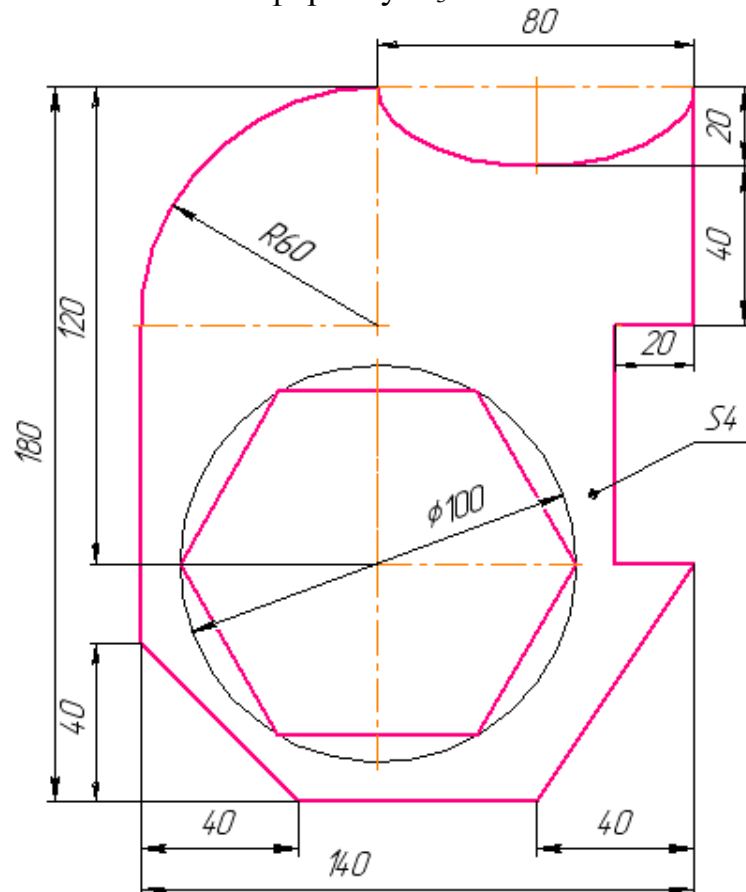

Рис. 24 - приклад завдання № 10.
1. Виконати у графічній системі AUTOCAD індивідуальне завдання, яке запропоновано викладачем, згідно свого варіанту за списком групи. Приклад на рис. 24, файл виконується на шаблоні формату А3.